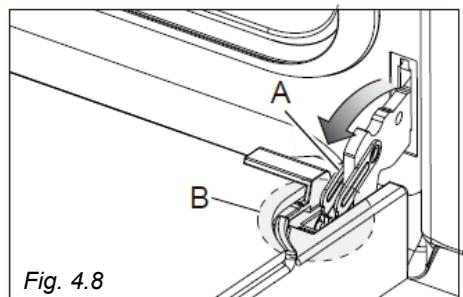
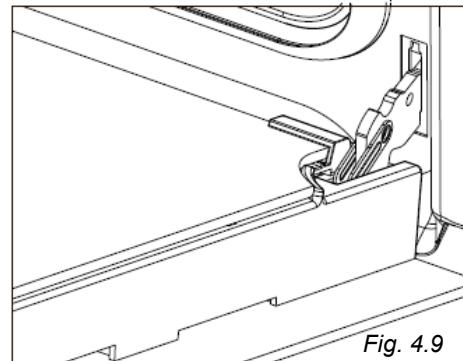

Fig. 4.8
Fig. 4.9
- Abra completamente a alavanca "A" das dobradiças direita e esquerda (fig. 4.8).
- Encoste a porta suavemente (fig. 4.9) até as alavancas "A" das dobradiças direita e esquerda encaixarem na parte "B" da porta (fig. 4.8).